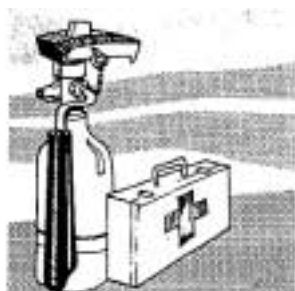

FIG. 36 Extintor y maletín de primeros auxilios*.
- Como medida de precaución, tenga siempre en el tractor un extintor, debidamente cargado, y un maletín de primeros auxilios. **FIG. 36**